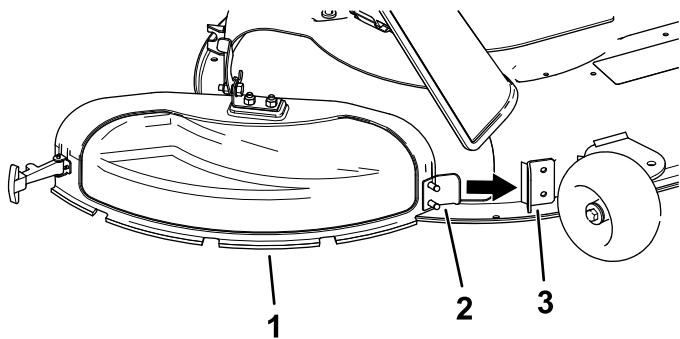

Bild 13
3. Winkeln Sie die Metallnase an der Auswurfkanalabdeckung im Schlitz in der Halterung ab, die am Mähwerk angeschweißt ist (**Bild 13**).